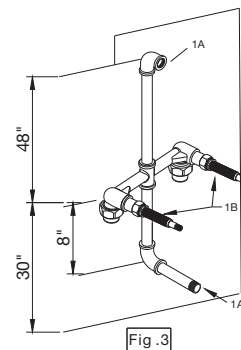

Fig.3
- 3 Emplacement recommandé des composants (voir la Fig. 3)